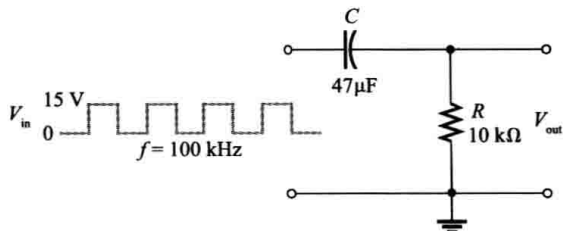

图 15-60
15. 试问如图 15-60 所示方波输入的 RC 微分器稳态输出电压是多少?